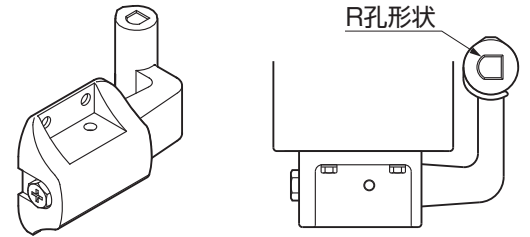

図4-8 ジョイント取付け詳細
- ③ 持送りとジョイントとのスリ割りを合わせ、図4-8のように奥まで差込んでください。
- ④ ジョイントのR孔形状が門柱側に向いていることを確認してください。